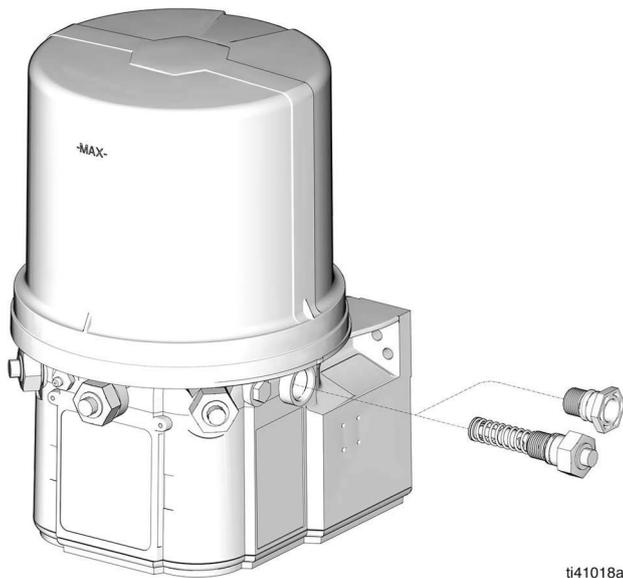

FIG. 16
3. Retirer l'élément de la pompe et le remplacer par un bouchon (couple de serrage de 5,6 N•m. (FIG. 16).